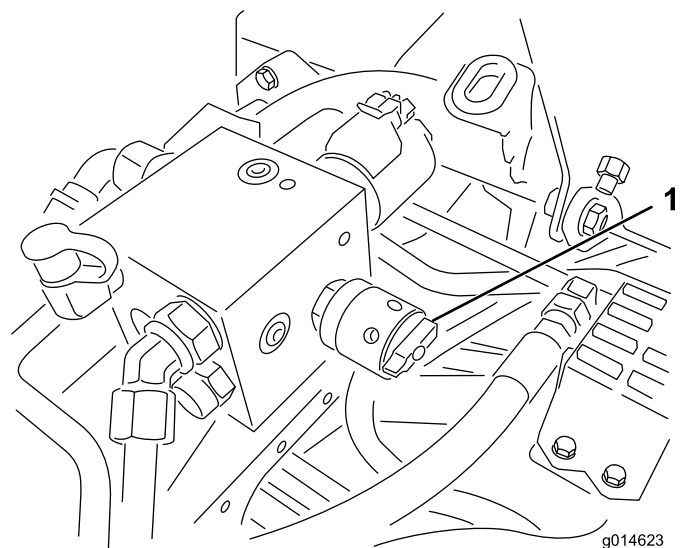

Bild 39
4. Drehen Sie zum Einstellen der Spindeldrehzahl das Handrad (Bild 39), bis die Zeiger auf die Nummer zeigen, die der gewünschten Einstellung entspricht.